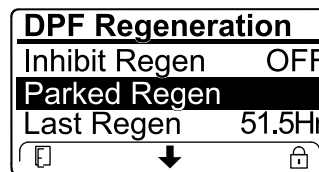

図 42
- エンジンコンピュータがリカバリ再生を要求している、またはリカバリ再生の処理中である時には、駐車再生 PARKED REGEN を選択することはできません。駐車再生はロックされ、施錠アイコン 図 42がインフォセンターの右下に表示されます。